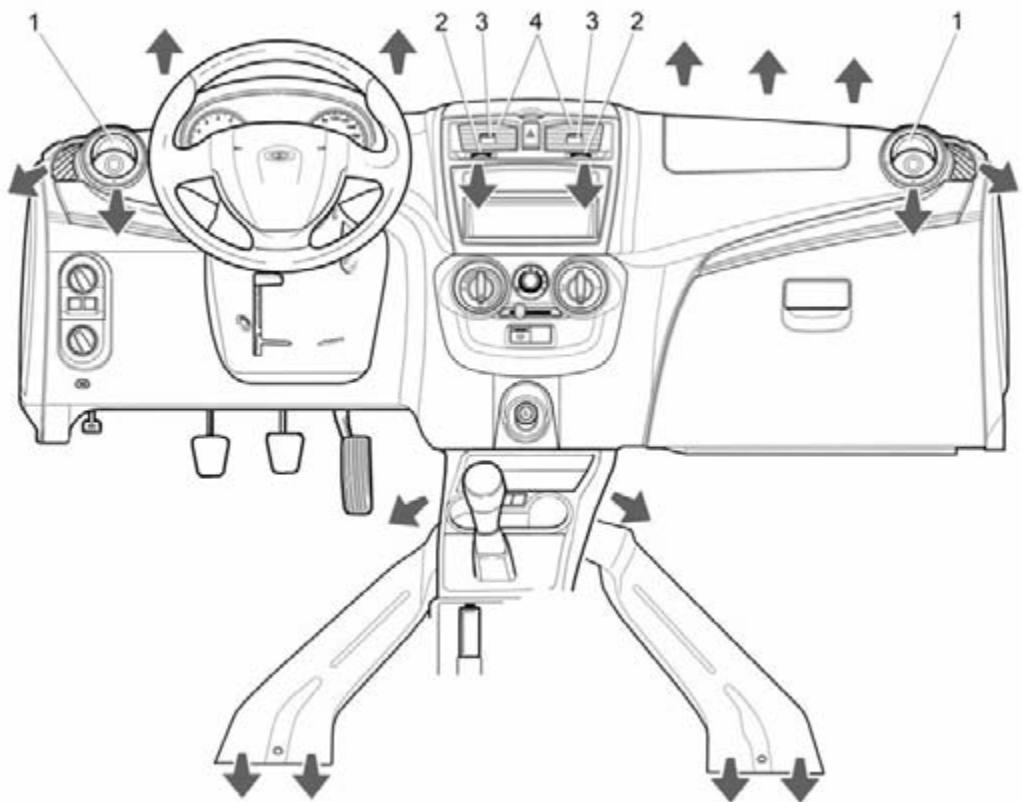

Рис. 41. Направления потоков воздуха из дефлекторов и воздуховодов
Интенсивность подачи воздуха через боковые сопла 1 (рис. 41) регулируется непосредственным воздействием на дефлекторы сопел путем изменения положения дефлекторов вплоть до полного их закрытия. Открытие нужного сопла производится нажатием на специальное углубление в дефлекторе. Вращением дефлектора регулируется направление воздушного потока.
– **сопла 1 и 4** (см. рис. 41) отрегулировать в зависимости от желаемого направления и силы потоков. Причем **сопло 1** регулируются непосредственным воздействием на дефлекторы сопел (для открытия необходимо нажать на специальное углубление), а **сопла 4** рычагами 2 и 3;
- **сопла 1** (см. рис. 41) направить на соответствующие боковые стекла в зону наибольшего запотевания;
– **сопла 1** (см. рис. 41) направить на соответствующие боковые стекла в зону наибольшего обледенения;
В положении рукоятки 4 хотя бы одно из сопел 1 или 4 (см. рис. 41) должно быть открытым, иначе теплообменник охлаждения воздуха (испаритель) может обледенеть и перекрыть подачу воздуха в салон.
3. Установите **рукоятку 4** своей меткой напротив символа . Сопла 1 и 4 (см. рис. 41) панели приборов должны быть открытыми.